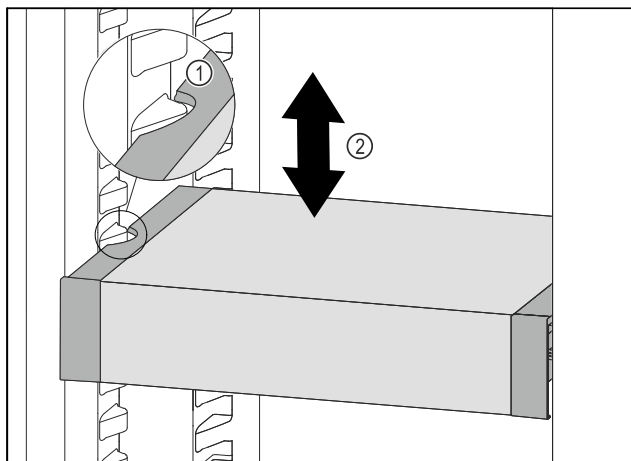

Fig. 88
- Húzza előrefelé a VarioSafe fiókot annyira, hogy a VarioSafe oldalsó kivágásai a hűtőrészben a tartóborda magasságában legyenek. Fig. 88 (1)
- A hűtőrészben a VarioSafe fiókot mozgassa felfelé vagy lefelé a kívánt magasság eléréséig. Fig. 88 (2)